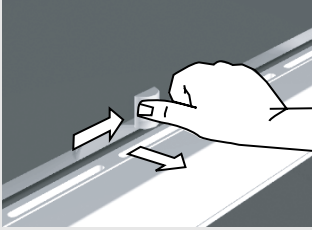

afbeelding 2
- Sluit de deur dan langzaam, zodat de vergrendeling in de houders komt vast te zitten. Bij ongeveer 15° (bij een gesloten deur) tilt u de deur enigzins op en trekt hem uit beide scharnierhouders (afbeelding 2).